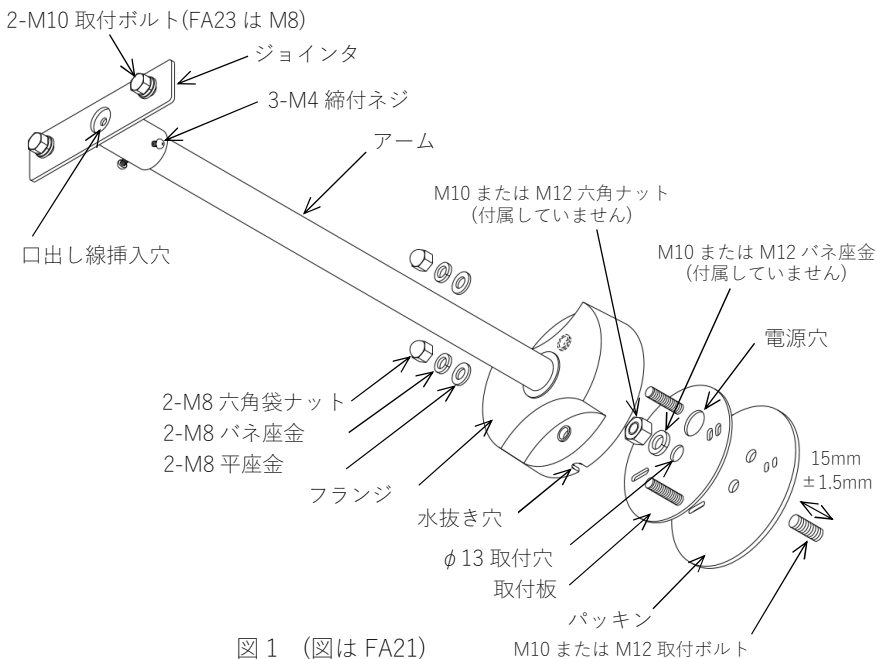

図1 (図は FA21)
1. 構造物へM10 または M12 の取付ボルトを指定長さ(15mm±1.5mm)で設営してください。(図1)